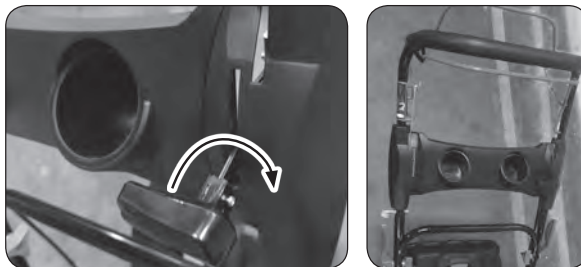

Рис. 15
- Наденьте пластиковую ручку на рычаг регулировки скорости хода, зафиксируйте её винтом (Рис.15).